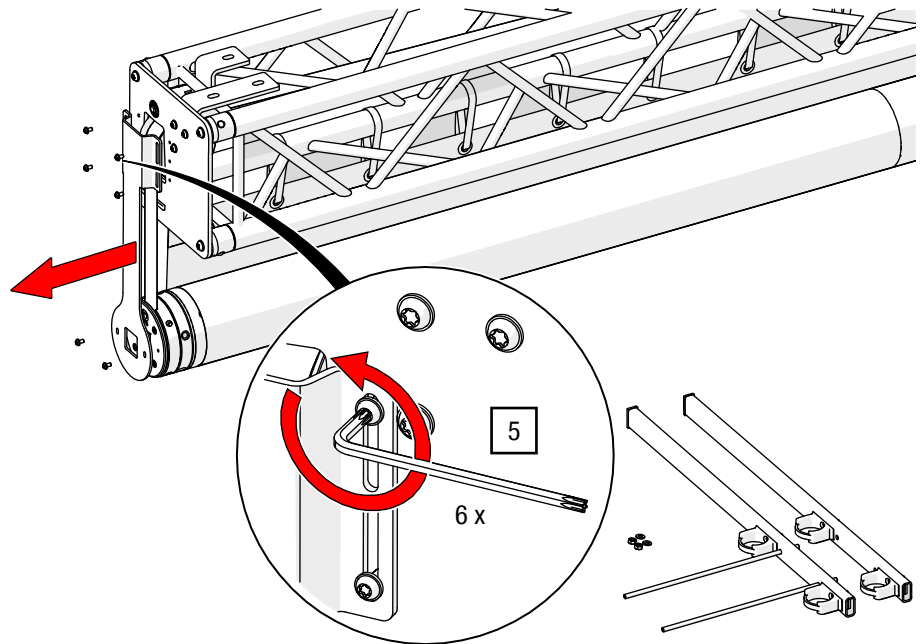

Abb. 15: Transportsicherung lösen
5. Lösen Sie die Sicherungsplatten an den Seiten mit TORX® T30 (siehe Abb. 15).